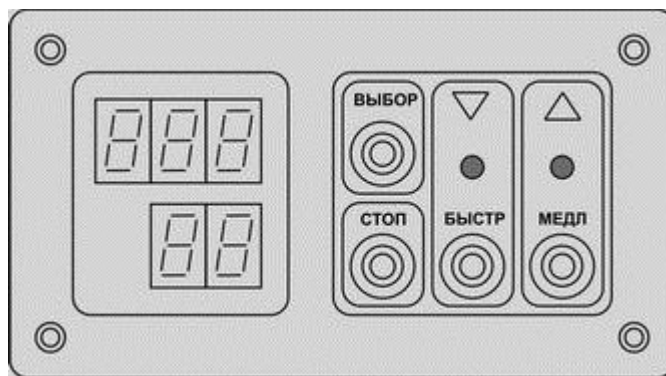

Рисунок 1 Органы индикации и управления БПР10
3.5. Перед началом работ по настройке БПР необходимо ознакомиться с органами индикации и управления БПР, расположенных на передней панели блока (рисунок 1).